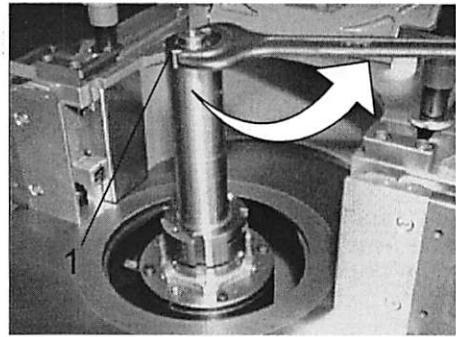
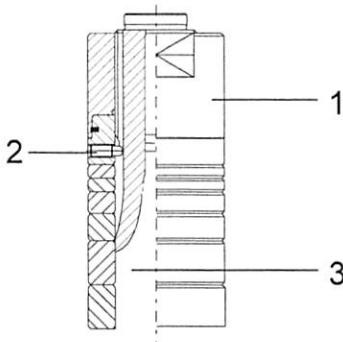

Abbildung 37 Werkzeugwechsel
Abbildung 38 Fräsdornmutter
- Fräsdornmutter (1, Abbildung 37) aufsetzen - auf Lage der Sicherungsstifte (2, Abbildung 38) achten und mit dem Maulschlüssel festziehen.